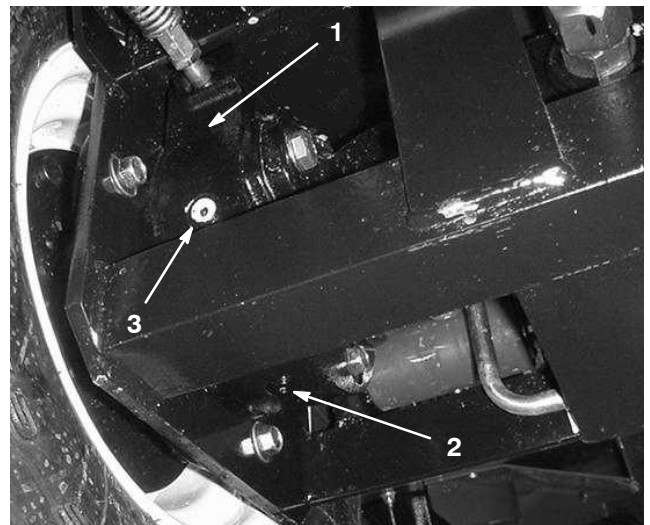

Bild 68
4. Stellen Sie ein Auffanggefäß unter das Bremsgehäuse an der anderen Seite des Rades (Bild 68).
7. Nehmen Sie die Prüfschraube vom Bremsgehäuse ab (Bild 68).